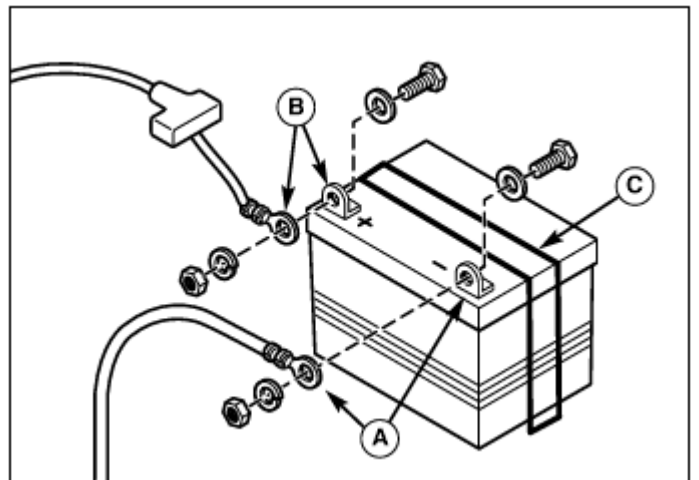

図 17 バッテリー
1. バッテリーからケーブルを外す時は、マイナス (-) ケーブル (図 17 の A) から外して下さい。
6. バッテリーケーブルをプラス (+) ケーブル (B) から先に取り付けます。